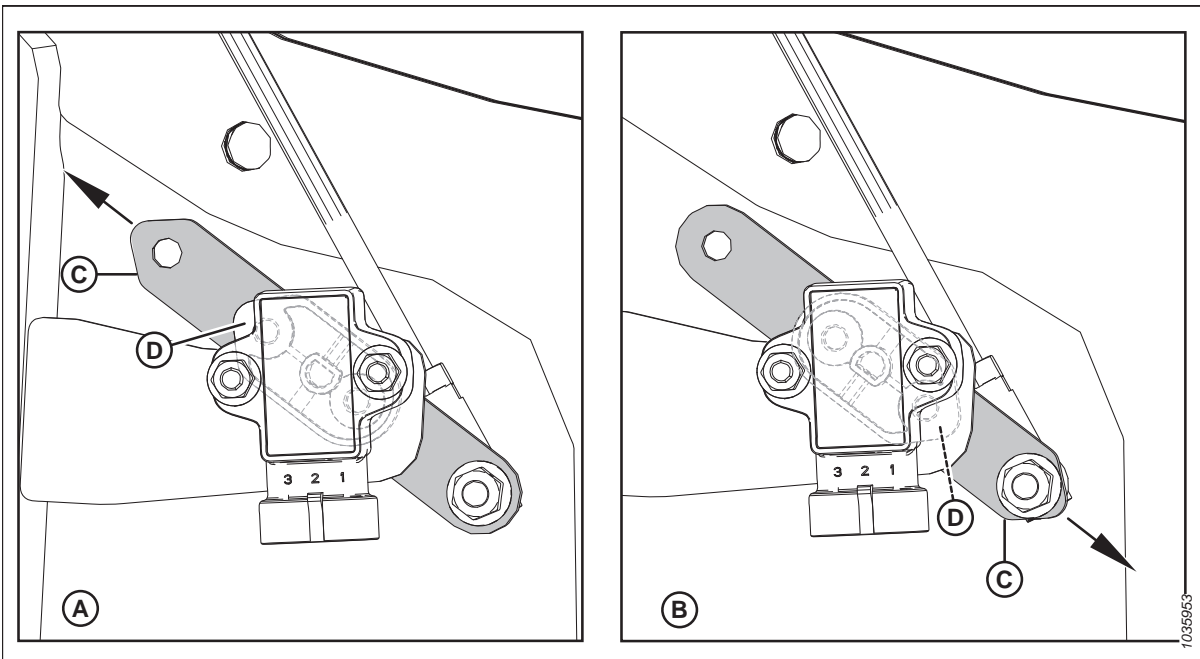

Figura 3.186: Configurazioni del braccio/puntatore del sensore
5. Verificare che il braccio del sensore (C) e l'indicatore (D) siano configurati correttamente per la testata. Per istruzioni, vedere la Figura 3.186, pagina 172.